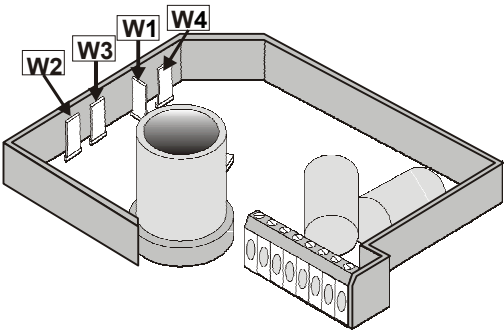

图1. 按钮 W1, W2, W3, W4
① 出厂设置。可以通过PCB上的按钮W3实现反向动作 (见图1)。